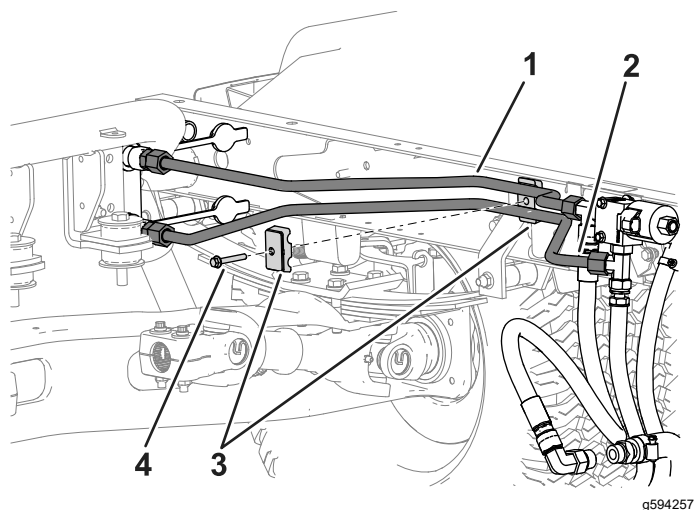

Figura 14
2. Instale provisionalmente el tubo hidráulico rígido de cuatro curvas al acoplamiento rápido superior y al acoplamiento en T inferior de la válvula (Figura 14).
3. Sujete los tubos rígidos con abrazaderas y un perno (5/16" x 1½"), tal y como se indica en la Figura 14.